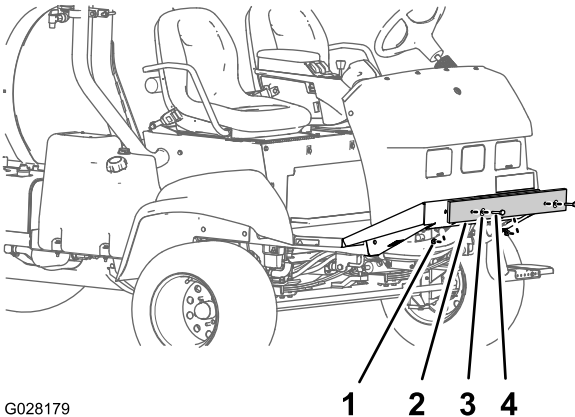

Figure 9
1. Enlevez les boulons, les rondelles et les écrous qui fixent l'amortisseur d'expédition à la plaque de châssis avant (Figure 9).
2. Déposez l'amortisseur d'expédition de la machine (Figure 9).